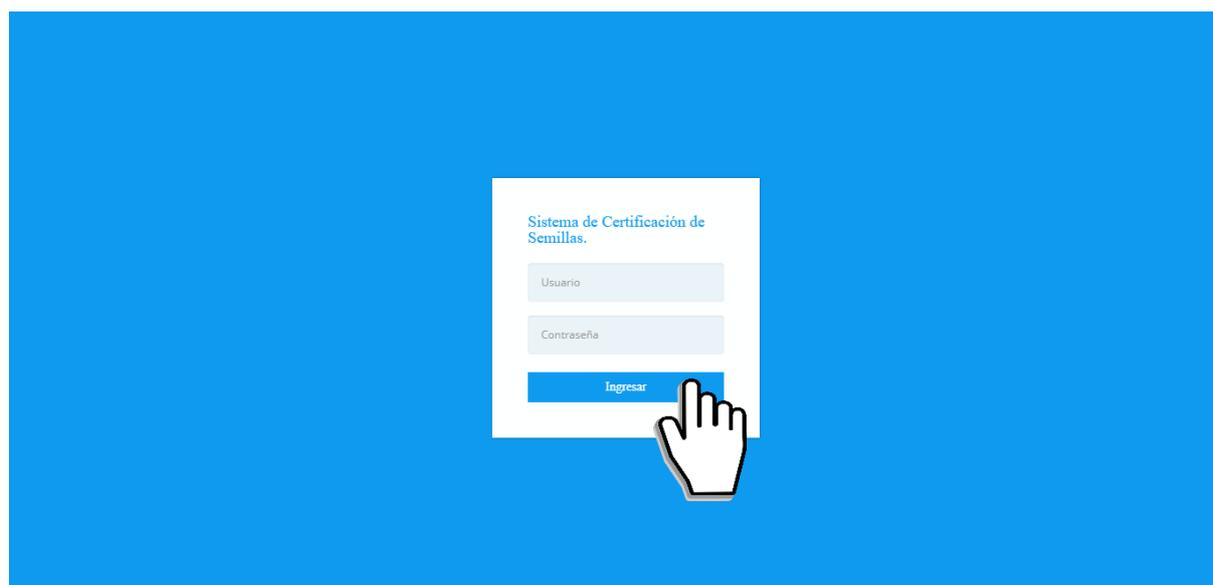

Figura 2. Formulario para iniciar sesión en el panel privado de SICESE.
- a) En caso de no recordar su información de acceso, favor de contactarse con el personal de soporte técnico. El formulario de inicio de sesión se muestra en la figura 2.